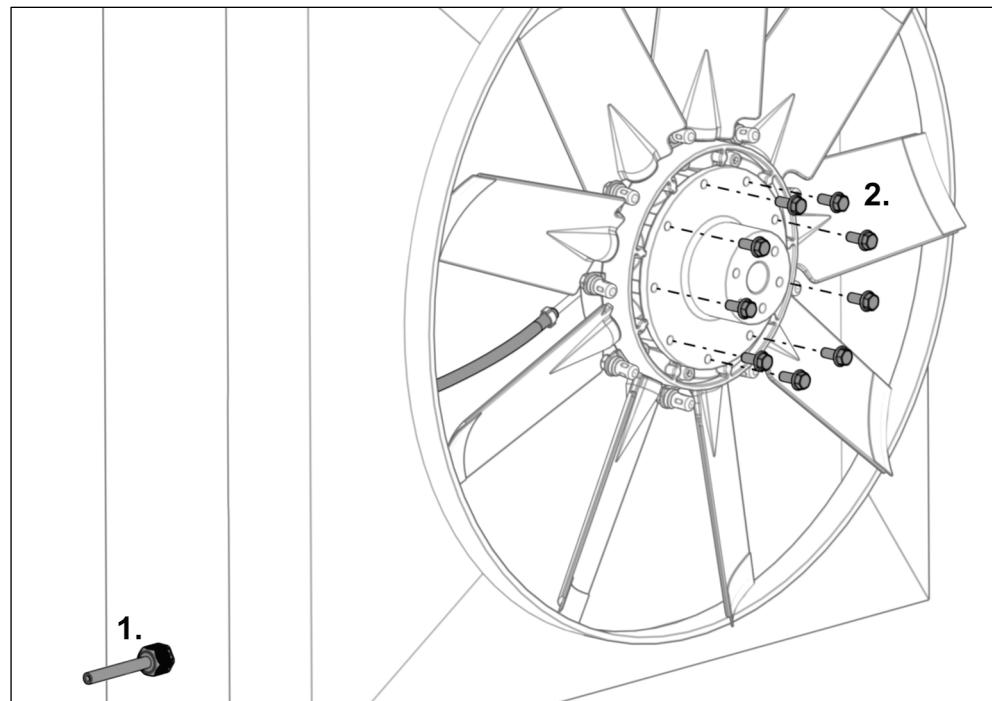

Fig. 30
- 20) Før trykslangen gennem trækaflastningen (se Fig. 30 trin 1).
- 22) Håndstram de medfølgende monteringsskruer (se Fig. 30 trin 2).